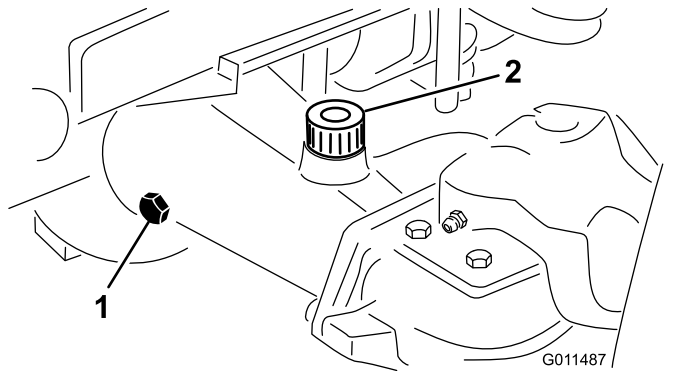

Bild 16
2. Entfernen Sie die Prüfschraube aus einem Ende der Achse (Bild 16) und stellen sicher, dass der Schmierstoff die Unterseite des Lochs erreicht. Entfernen Sie bei niedrigem Ölstand die Füllschraube (Bild 16) und füllen genug Öl ein, um den Stand bis an die Unterseite der Prüfschraubenöffnungen anzuheben.